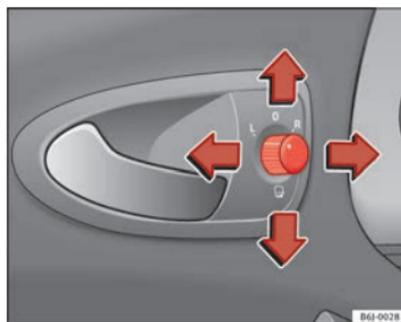

Abb. 67 Drehknopf für Außenspiegeleinstellung
1. Drehen Sie den Drehknopf ⇒ Abb. 67 zunächst in Stellung **L** (**linker Außenspiegel**).
- Drehen Sie den Drehknopf ⇒ Abb. 67 in Stellung ☞, um die Außenspiegel anzuklappen. Sie sollten die Außenspiegel immer anklappen, wenn Sie eine automatische Waschanlage durchfahren, um Beschädigungen zu vermeiden.